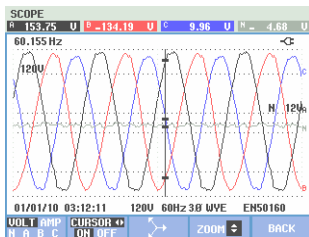

Рис. 23-2 Отображение осциллограмм, курсор включен
- Нажмите F2, чтобы включить Курсор. При помощи клавиш со стрелками влево/вправо переместите курсор горизонтально вдоль осциллограммы. Значение осциллограмм на Курсоре отображается в заголовке экрана, как показано на Рис. 23.2.